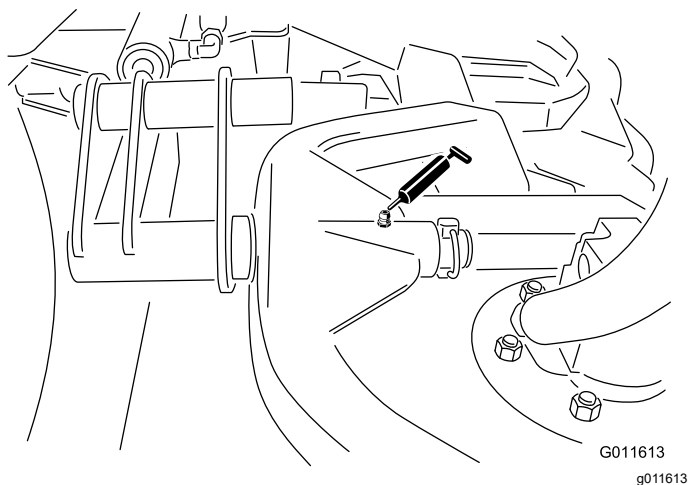

Рисунок 66
- Шарниры несущей рамы режущего блока (по 1 шт.) — Рисунок 66